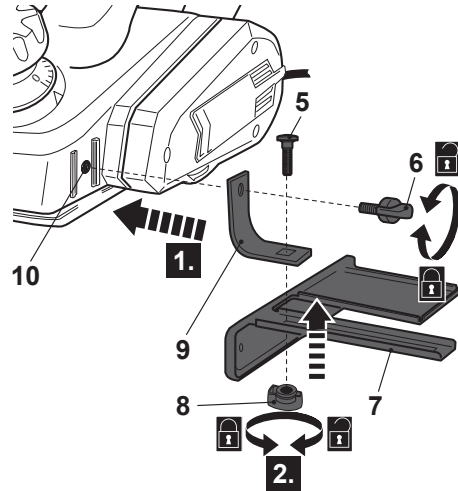

Fig. 3
- > Alignez le trou de l'équerre d'assemblage [9] sur le filetage de montage [10] et fixez-le à l'aide d'une vis papillon [6] (Fig. 3, Étape 1).
- > Fixez le guide parallèle [7] sur l'équerre d'assemblage [9]. Fixez-le avec la vis de montage [5] et l'écrou papillon [8] (Fig. 3, Étape 2).